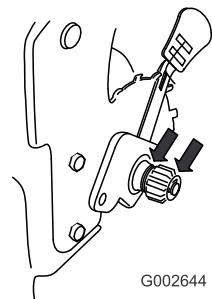

Figura 45
- Aplique aceite lubricante al interior y al exterior de los engranajes (ver Figura 45).